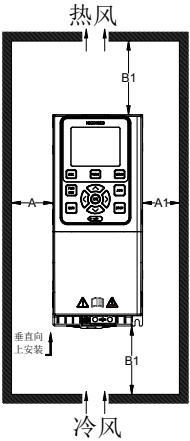

图2-19 C2~C8机型安装图
- 2) 安装空间遵照图2-19、2-21所示，保证变频器的散热空间。但布置时请考虑柜内其它器件的散热情况；